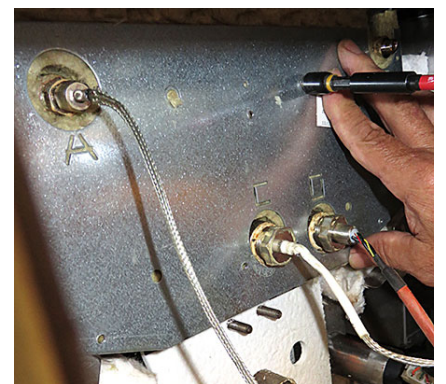

図 51
57. 手順 48～51 で取り外した上部の外側断熱材、外側パネル、熱シールド、ATO プローブを慎重に再取り付けします (図 51 を参照)。